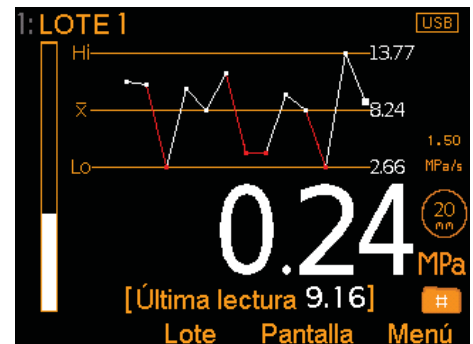

Fig. 3: Gráfico de distribución
- **Gráfico de distribución (Fig. 3);** gráfico lineal de tendencia de las ultimas 20 mediciones que se actualiza automáticamente tras cada lectura.